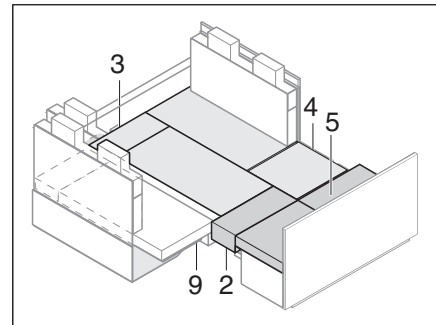

Fig. 223 Après l'agrandissement
- Insérer le coussin supplémentaire (Fig. 223,5).